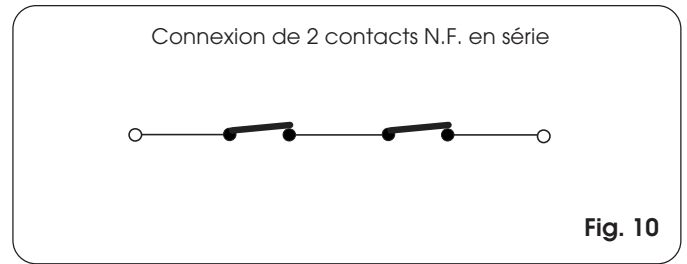

Fig. 10
N.B.: si deux ou plusieurs dispositifs avec un contact N.F. ont la même fonction, les connecter en série entre eux (Fig. 10).